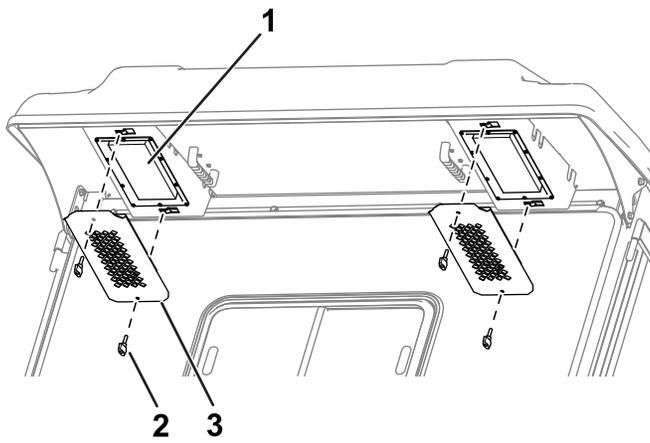

图 87
- 拆下驾驶室后悬下方的旋钮和格栅图 87。
4. 使用旋钮和格栅将空气滤清器装入驾驶室图 87。